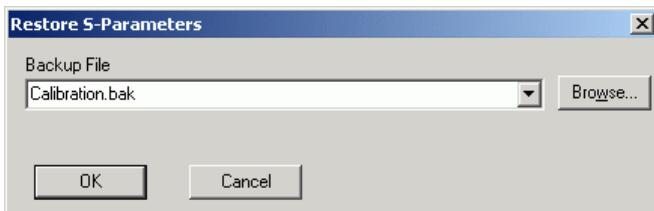

Bild 3-4 Dialogfenster zum Laden einer Kalibrierdatensatz-Sicherungskopie
1. Betätigen Sie den Button **Restore** .... Dadurch wird das **Restore S-Parameters**-Dialogfenster (Bild 3-4) geöffnet.